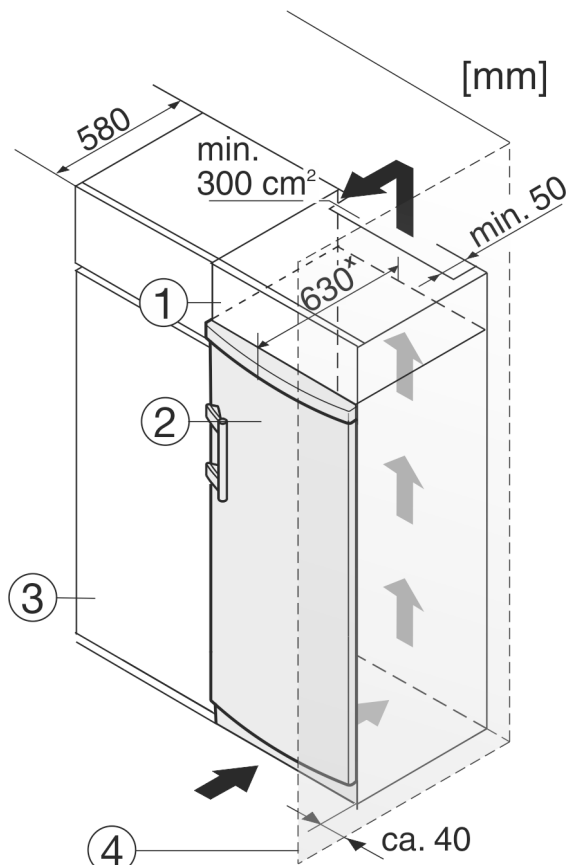

Fig. 10
Skabet kan indbygges i køkkenskabe. For at tilpasse skabet Fig. 10 (2) til køkkenelementerne kan der anbringes et overskab Fig. 10 (1) over skabet.
Ved placering i køkkenskabe (dybde maks. 580 mm) kan skabet opstilles direkte ved siden af køkkenskabet Fig. 10 (3). I siden rager skabet 34 mm × frem og i midten 50 mm × frem i forhold til køkkenskabets front.
Hvis skabet opstilles med hængslerne ved siden af en væg *Fig. 10 (4)*, skal afstanden mellem skabet og væggen være mindst 40 mm. Dette svarer til det, grebet rager frem, når døren er åben.